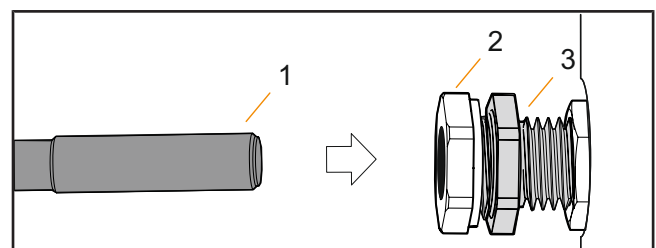

Abb. 7: Näherungsschalter bis Anschlag einschieben
5. Schieben Sie den Näherungsschalter (1) bis zum Anschlag in die Stellhülse (3) (Abb. 7).
6. Ziehen Sie die Überwurfmutter (2) fest. Achten Sie darauf, dass sich die Stellhülse (3) dabei nicht verdreht, indem Sie mit einem Schraubenschlüssel gegenhalten.